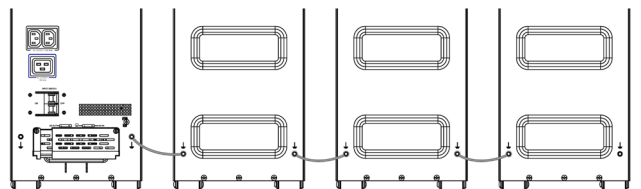

Fig. 41. Raccordement de plusieurs EBM avec liaisons de terre supplémentaires.
2. Des câbles de mise à la terre supplémentaires s'avèrent nécessaires (section de 10 mm²) lorsque plus de 2 EBM doivent être ajoutés (Fig. 41).